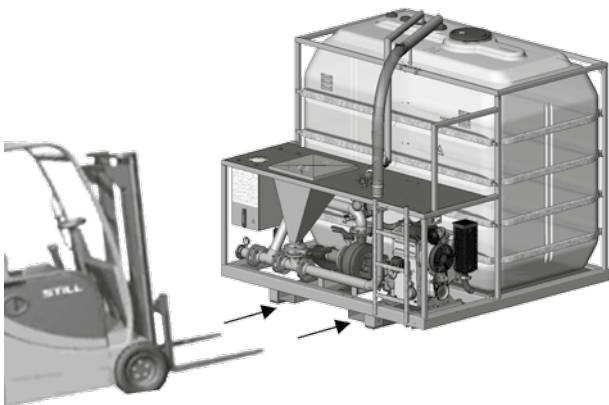

Abb. 12 Nicht zulässige Aufstellungsarten
Absturz- und Bruchgefahr bei unsachgemäßem Heben der Anlage. Die Anlage nur an den dafür vorgesehenen Öffnungen an der Vorderseite heben (Abb. 12).
1. Staplergabeln ganz in die dafür vorgesehenen Öffnungen an der Vorderseite der Anlage einführen (Abb. 12).